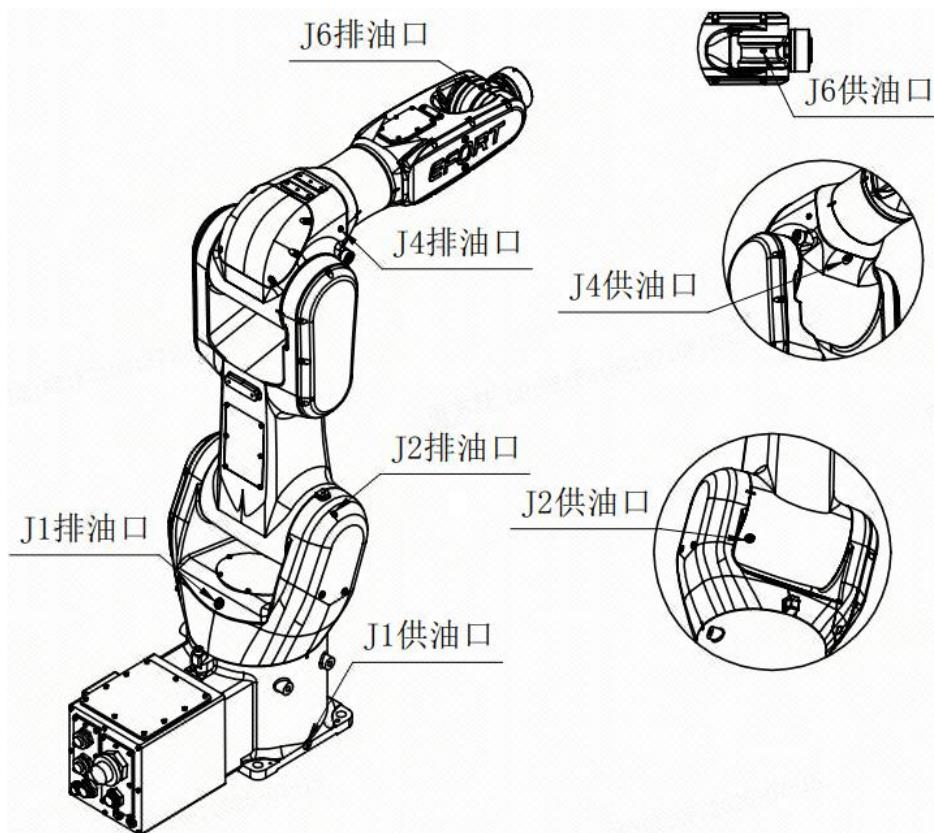

图 4-1 机器人注油口和排油口分布图
- 3) 拆下润滑脂供、排油口的内六角螺塞 M10×1 和堵头 M5P，见图 4-1。